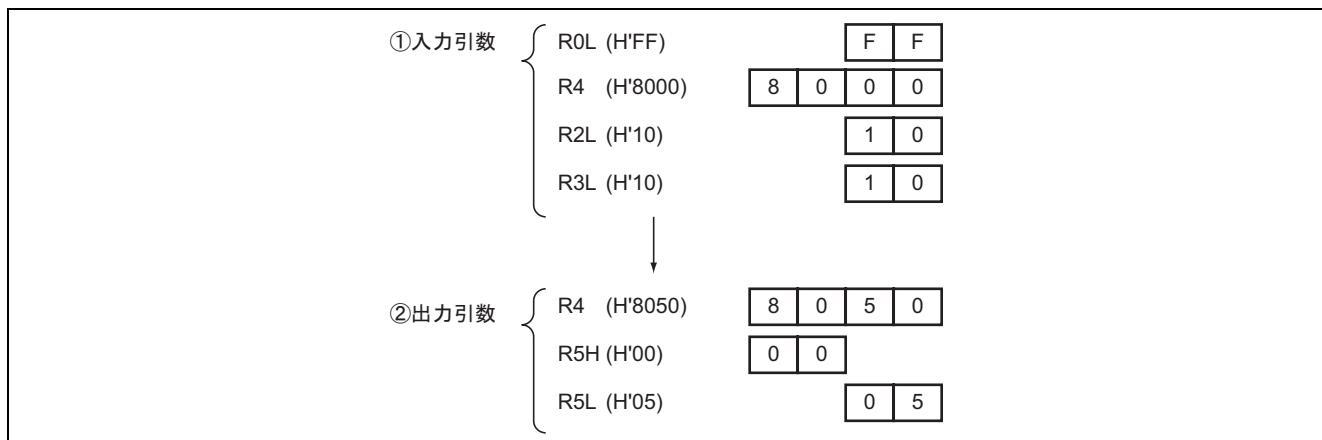

図 1 ソフトウェア ARRAY の実行例
プログラミング仕様のクロックサイクル数は、図 1 の例を実行した場合の値です。
(2) 図 1 にソフトウェア ARRAY の実行例を示します。
入力引数を のように設定すると、図 1 の配列 (16×16) を参照し、 のように一致データのアドレスが R4、配列要素 x が R5H、配列要素 y が R5L に設定されます。